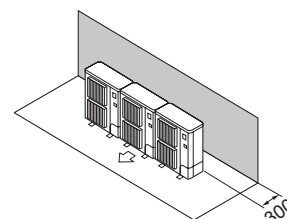

Fig. 2-9
- ① Obstacles à l'arrière (Fig. 2-9)